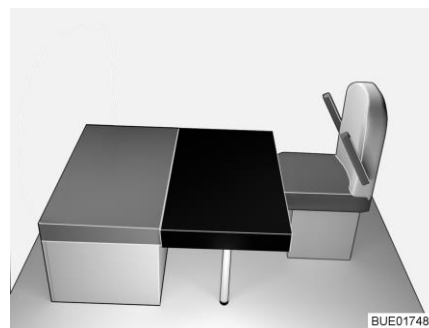

Bild 152 Efter ombyggnaden
- Lägg den rektangulära extra dynan på bordet (framför sittbänkens sittedyna, se Bild 152). Urklippet i den extra dynan ligger då vid den främre stödväggen.